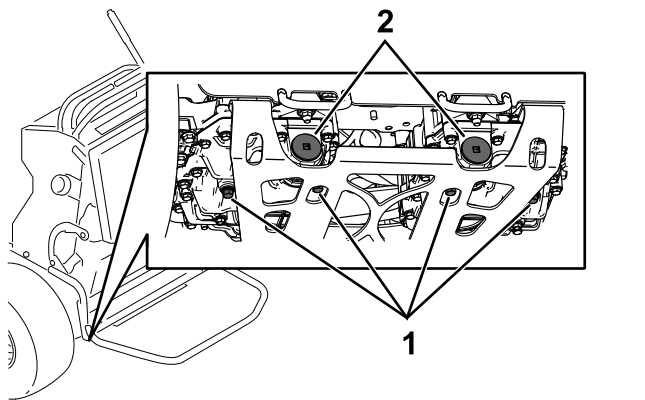

Figura 85
5. Localice el tapón de vaciado en la parte inferior de cada transmisión, y coloque un recipiente de vaciado debajo de los tapones (Figura 85).